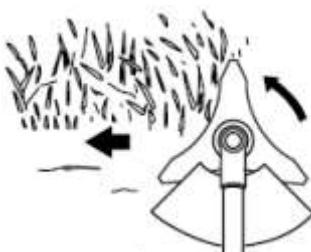

рис. 10
1. Направляйте кусу справа налево, при этом с небольшим наклоном влевую сторону. Рис.10